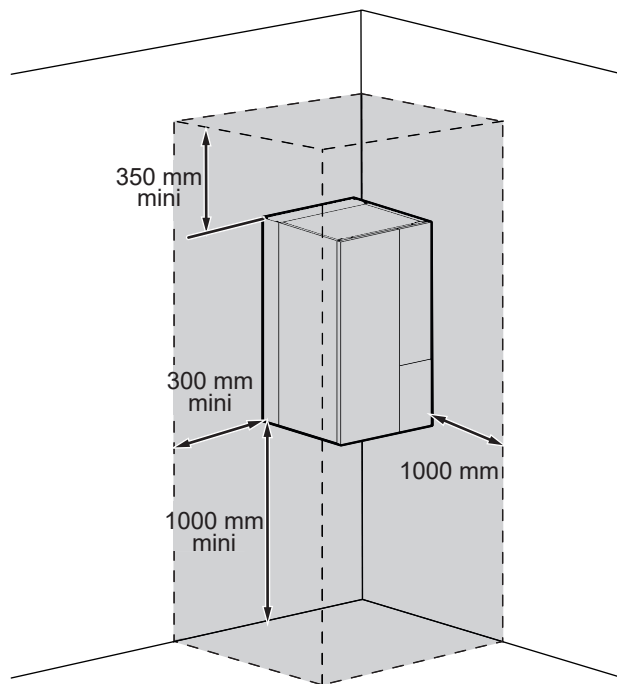

fig. 19 - Dégagements minimum d'installation autour du module hydraulique pour l'entretien
- Pour faciliter les opérations d'entretien et permettre l'accès aux différents organes, il est conseillé de prévoir un espace suffisant tout autour du module hydraulique (*fig. 19*).